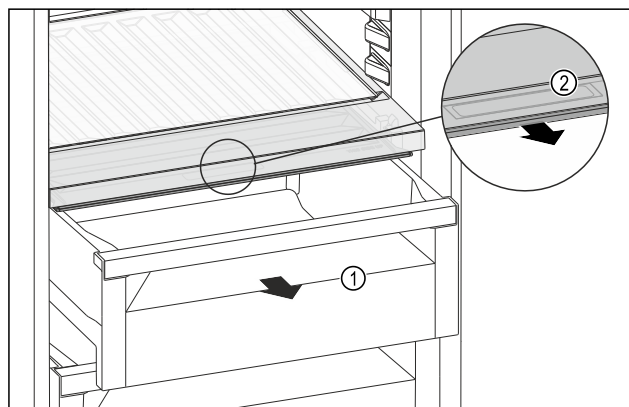

Fig. 118
- Dra ut utdragslådan Fig. 118 (1).
- Ta tag i fördjupningen Fig. 118 (2) på facklocket och dra samtidigt facklocket framåt.